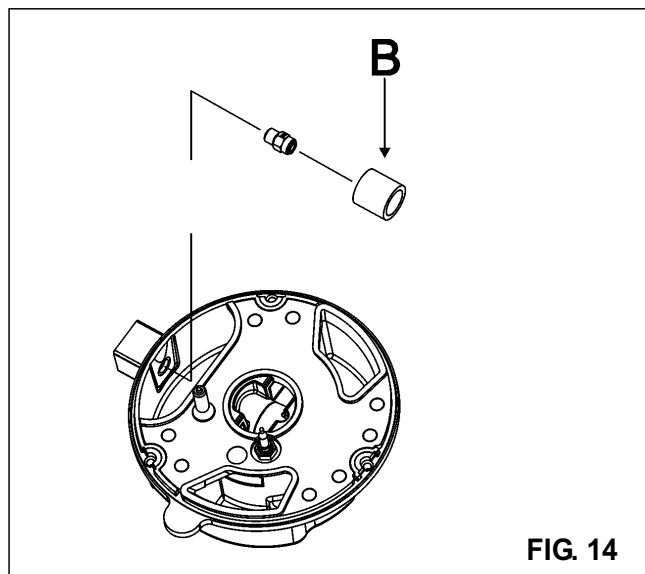

FIG. 14
- Den Regler "M" (Abb. 14) des Hahns entfernen, der einfach nur auf dem Stab desselben aufgesteckt ist.
- Einen kleinen Schraubendreher "D" in das Loch "C" (Abb. 14) einsetzen und die Drosselschraube nach rechts oder links drehen, bis die Flamme des Reglers richtig auf das "Minimum" eingestellt ist.
\*\*Montieren Sie mit Buchsen (B), falls vorhanden (siehe Abb. 14).